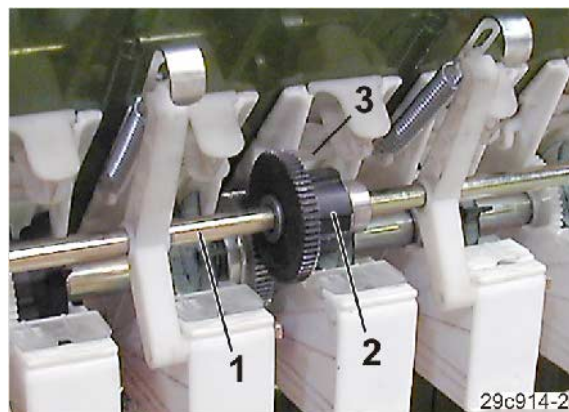

Рис. 88
- муфта (Рис. 88/2) приводится в действие рычагом (Рис. 88/3);
- приводной вал (Рис. 88/1) высеваящих катушек технологической колеи не вращается;